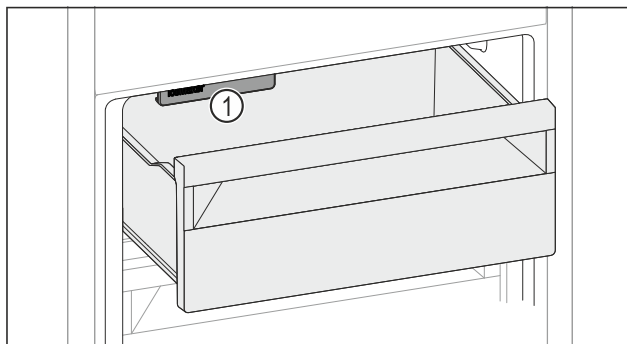

Fig. 245
- Luați în considerare IceMaker Fig. 245 (1).